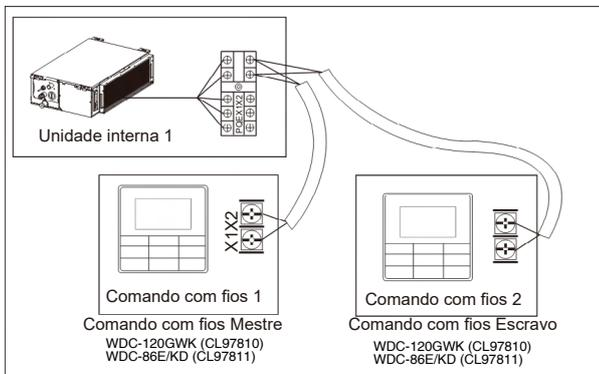

Figura 7.7
- Use 1 comando com fios para controlar 1 unidade interna ou 2 comando com fios (um controlo mestre e um escravo) para controlar 1 unidade interna (ver Figura 7.7);